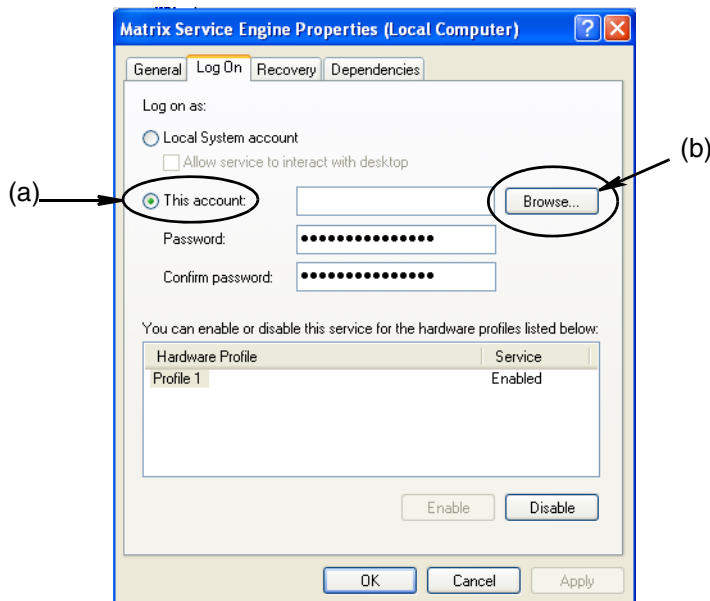

FIG. 39
- f. Selezionare "This Account" (Questo account) (a) (FIG. 39).
- g. Fare clic sul pulsante Browse (Sfoglia) (b) (FIG. 39).
- Se si trova il nome fornito, la schermata illustrata nella FIG. 39 è visualizzata nuovamente. Fornire la password per il proprio computer. Nel campo Confirm password (Conferma password) digitare esattamente la stessa password di nuovo.